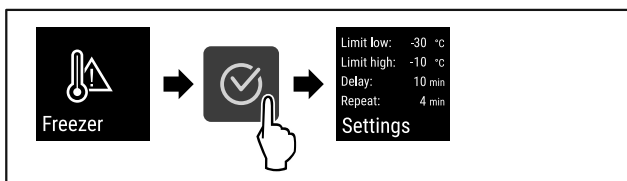

Fig. 102
- ▶ Provedte akční kroky (viz Fig. 102).